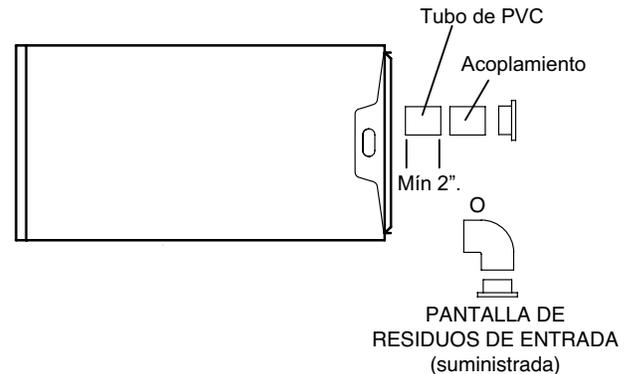

Figura 26
- 1 - Use los materiales proporcionados en el sitio y la pantalla de entrada de aire suministrada en la fábrica para dirigir la tubería de entrada como se muestra en la Figura 26 o en la Figura 27. Mantenga un espaciado mínimo de 3" (76 mm) alrededor de la abertura de entrada de aire. La abertura de entrada de aire (con pantalla protectora) siempre debe dirigirse hacia adelante o a cualquier costado en la posición de flujo ascendente, y ya sea de forma recta hacia afuera o hacia abajo en la posición horizontal.